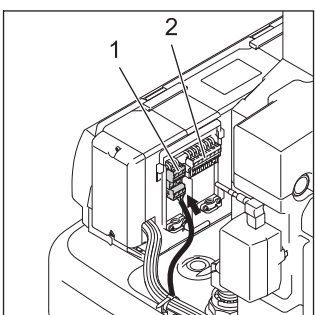

Figura 4-21 Realizzare i collegamenti elettrici sul retro dell'alloggiamento (vedere sezione 4.4.1).
- Collegare la pompa di calore esterna alla morsetteria XAG1 (vedere figura 4-21, figura 4-23).